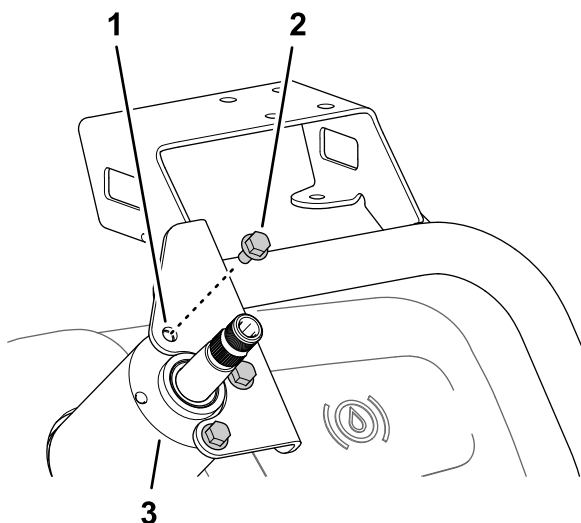

Figura 170
2. Monte el soporte del monitor en el alojamiento de la válvula de dirección (Figura 170) con los 3 pernos con arandela prensada (6 mm x 12 mm).